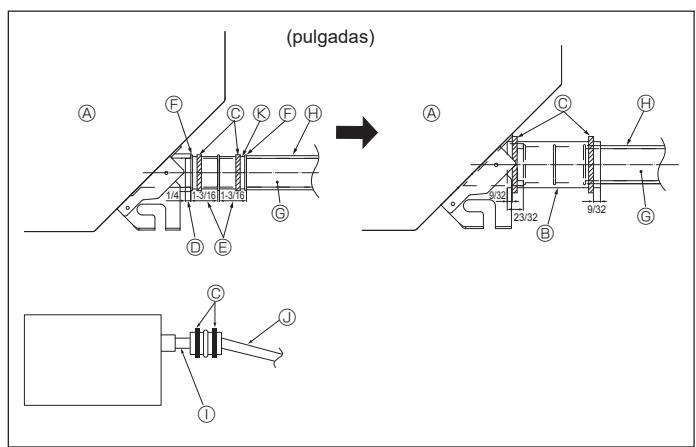

Fig. 3-2
- Conecte el tubo de desagüe (suministrado con la unidad) al orificio de desagüe. (Fig. 3-2)